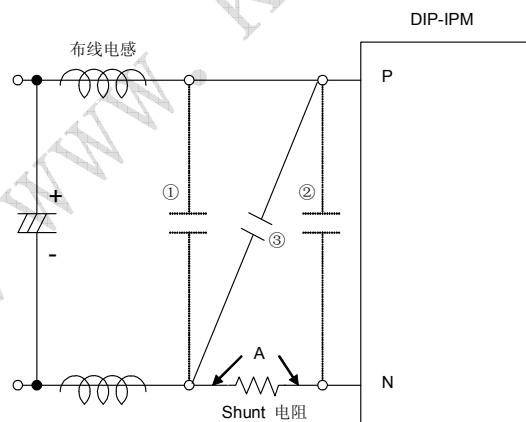

图 3.8 推荐的吸收电路位置
如图 3.8 所示有两种位置(①或②)放置吸收电容。吸收电容应该放置在位置②,来有效的抑制浪涌电压。然而,布线电感以及吸收电容产生的充电和放电电流会流过 Shunt 电阻,如果电流足够大的话,可能导致错误的保护动作。